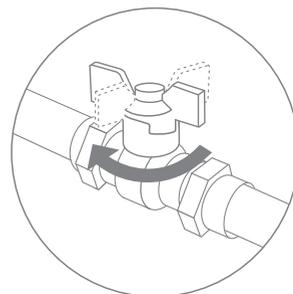

Рис. 3
2. Перед началом работ перекройте подачу холодной воды к месту подключения (рис. 3) и сбросьте давление в системе, открыв вентиль смесителя.